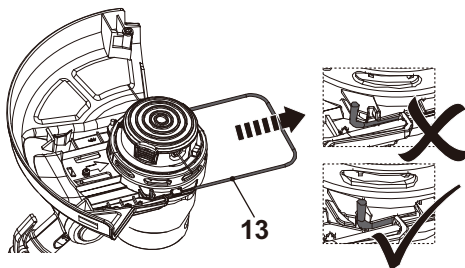

Fig. 10, Posição para aparar/bordos
1. Puxe o protetor de plantas (13) para fora até que este bloqueie em posição, para a operação de aparar/bordos (Fig. 10).